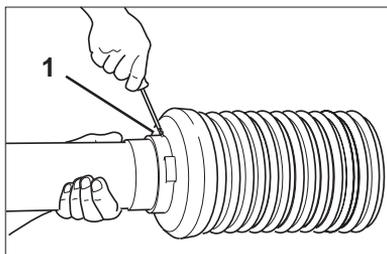

Рис. 5.3
- Выкрутите стопорный винт (Рис. 5.3/1).